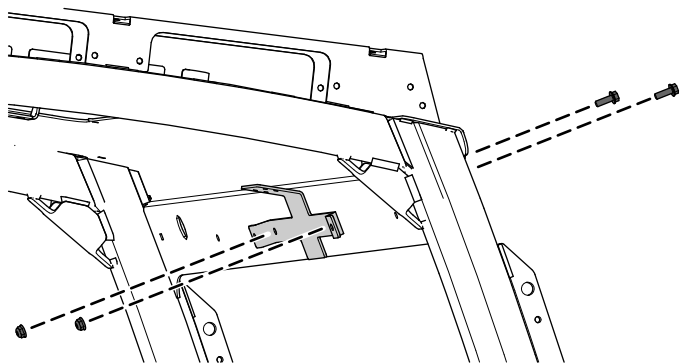

Figura 5
2. Sujete el soporte del retrovisor a la capota usando 2 pernos con arandela prensada ($\frac{1}{4}$ " x $\frac{3}{4}$ ") y 2 contratueras ($\frac{1}{4}$ "), como se muestra en la Figura 5.